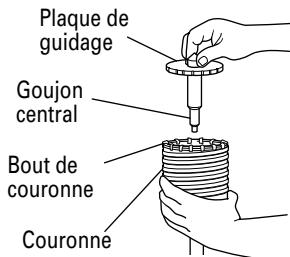

Fig. 28
- (3) Introduire la guijon central dans la plaque de guidage jusqu'à ce qu'il arrête.
- (4) Engager la plaque de guidage dans la couronne et tourner la plaque de guidage à gauche ou à droite de manière à ce qu'elle ne puisse pas tomber, même si elle orientée vers le bas. (Fig. 28)